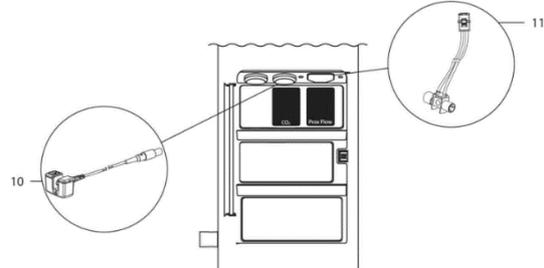

図 2 プレスデリバリユニット(BDU)部への接続
- (1) 適切なエアウェイアダプタを選択する。
- (2) カブノグラフィセンサとエアウェイアダプタが損傷していないことを確認する。
- (3) エアウェイアダプタにカブノグラフィセンサをはめ込む。正しくはまった場合は、「カチッ」と音がする。
- (4) BDU 前面の CO2 と表示された差込口にカブノグラフィセンサのコネクタをしっかりと差し込む(図 2 の 10)。
- (5) 本体モニタ上にメッセージで指示された場合には、「自動ゼロ化」を実行すること。
- (6) エルボコネクタ(使用されている場合)及び呼吸回路 Y ピースの間にカブノグラフィセンサ付のエアウェイアダプタを取り付けること。
- (7) 呼吸回路にセンサケーブルを取り付けるために付属のクリップを使用する。チューブに沿って、等間隔でクリップを取り付ける。クリップの末端をねじって留める。
- (1) カブノグラフィセンサ及び PROX フロー/CO2 センサが損傷していないことを確認する。
- (2) PROX フロー/CO2 センサにカブノグラフィセンサをはめ込む。正しくはまった場合は、「カチッ」と音がする。
- (3) BDU 前面の "Prox Flow" 及び "CO2" と表示された差込口に PROX フロー/CO2 センサ及びカブノグラフィセンサのコネクタをしっかりと差し込む(図 2 の 10 及び 11)。
- (4) 次のとおり、気管チューブと Y ピースコネクタの間に PROX フロー/CO2 センサを取り付けること。
- (1) PROX フロー/CO2 センサが損傷していないか確認すること。
- (2) BDU 前面の“Prox Flow”と表示された接続口にセンサのコネクタ部をしっかりと差し込むこと(図 2 の 11)。
- (3) 次のとおり、気管チューブと Y ピースコネクタの間にセンサを組み込むこと。
- (4) センサのチューブが上方向を向いていることを確認すること。センサの位置を変更する必要がある場合、チューブを引っ張って回転させないこと。次のとおり、センサを再配置すること。
- (5) 呼吸回路へセンサチューブを取り付けるために PROX フロー/CO2 センサ付属のクリップを用いること。回路に沿って等間隔でクリップを取り付けること。クリップの末端をねじって留める。
- (6) SST を実行すること(本体の取扱説明書参照)。